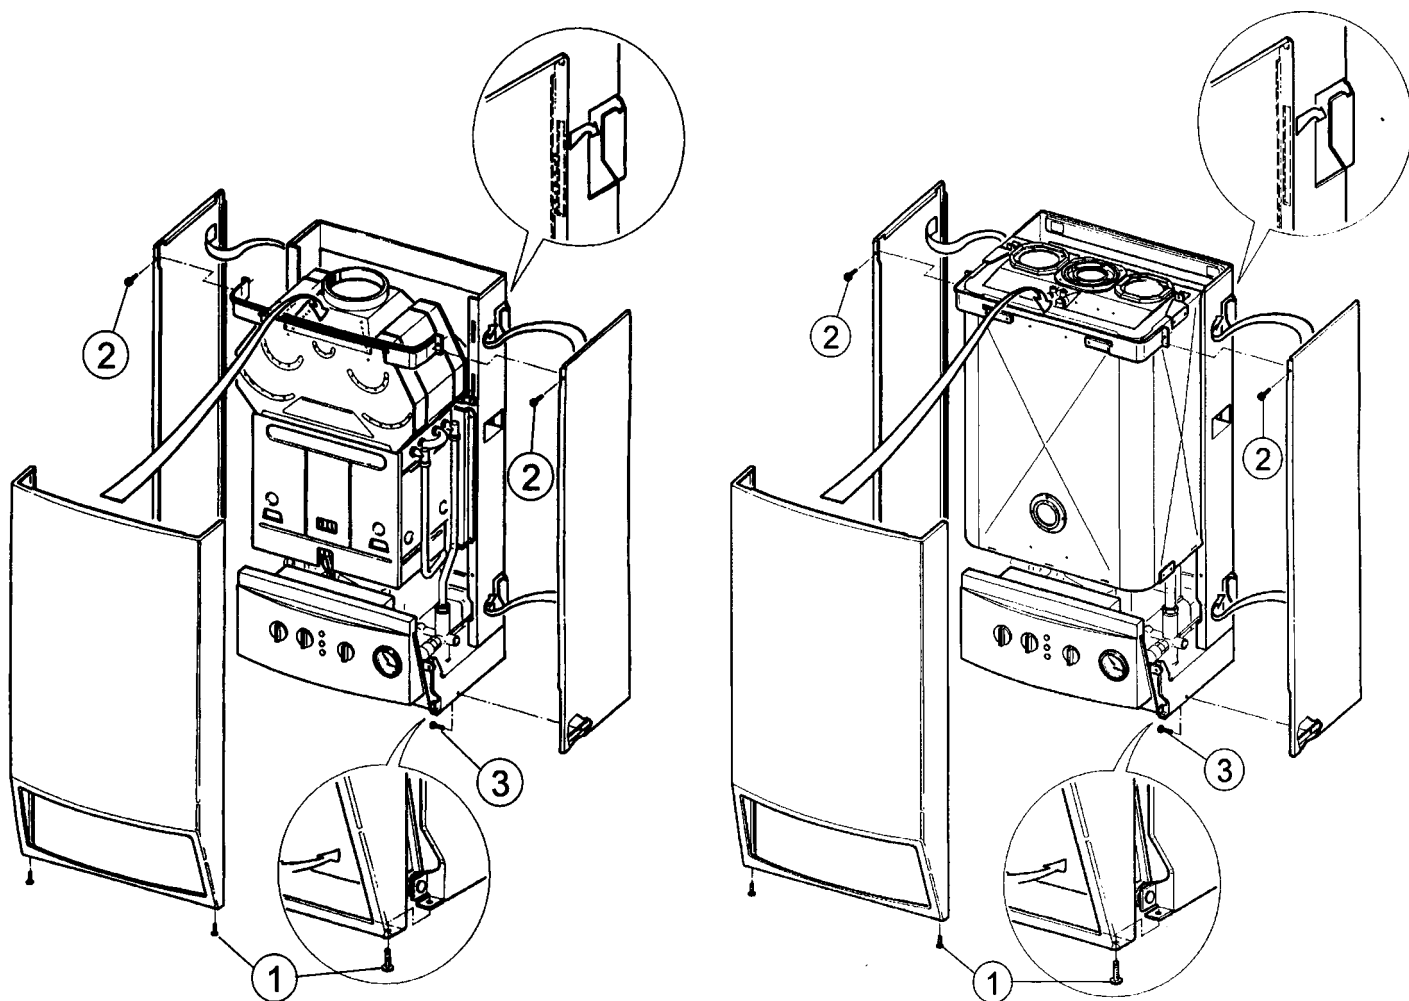

Рис. 32
- отвинтить винты (1) в нижней части фронтальной панели;
- фронтальную панель легко подать к себе одновременно ее приподнимая и снять (см. Рис. 32);
- отвинтить винты (2) в верхней части опорных боковин (см. Рис. 32);
- отвинтить винты (3) на нижней боковине котла и, приподнимая, освободить боковину.